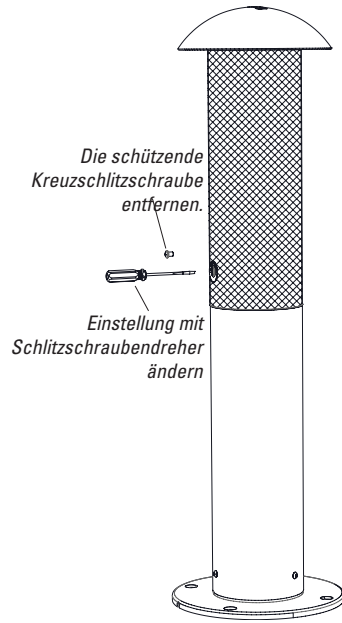

Abbildung 26
3. Der Lautsprecher L42XC wird mit einem Transformator von 60W geliefert und muss auf **BYPASS zurückgesetzt werden**. Die schützende Kreuzschlitzschraube mit einem Kreuzschlitzschraubendreher entfernen, wie in Abbildung 26 dargestellt.